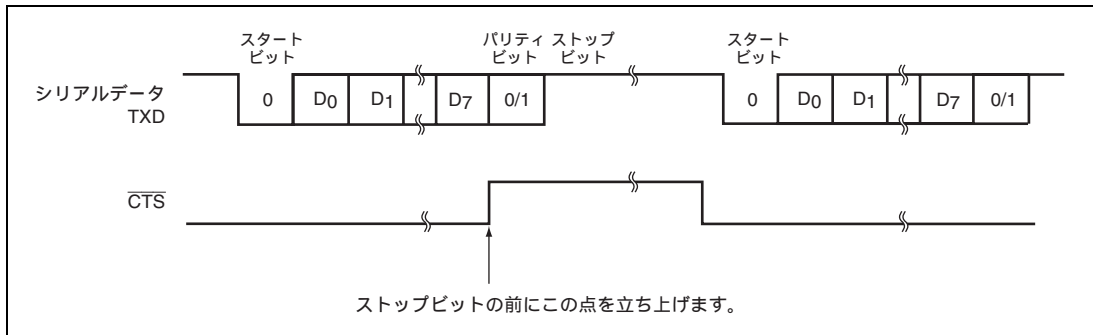

図 16.6 モデムコントロールを使用した動作例 ($\overline{\text{CTS}}$)
4. モデムコントロールを許可した場合、 $\overline{\text{CTS}}$ 入力値によって送信を停止 / 再開することができます。 $\overline{\text{CTS}}$ が1にされると、送信中のときは1フレームの送信終了後マーク状態になります。 $\overline{\text{CTS}}$ が0にされると、次の送信データがスタートビットを先頭に出力されます。モデムコントロールを使用した動作例を図16.6に示します。